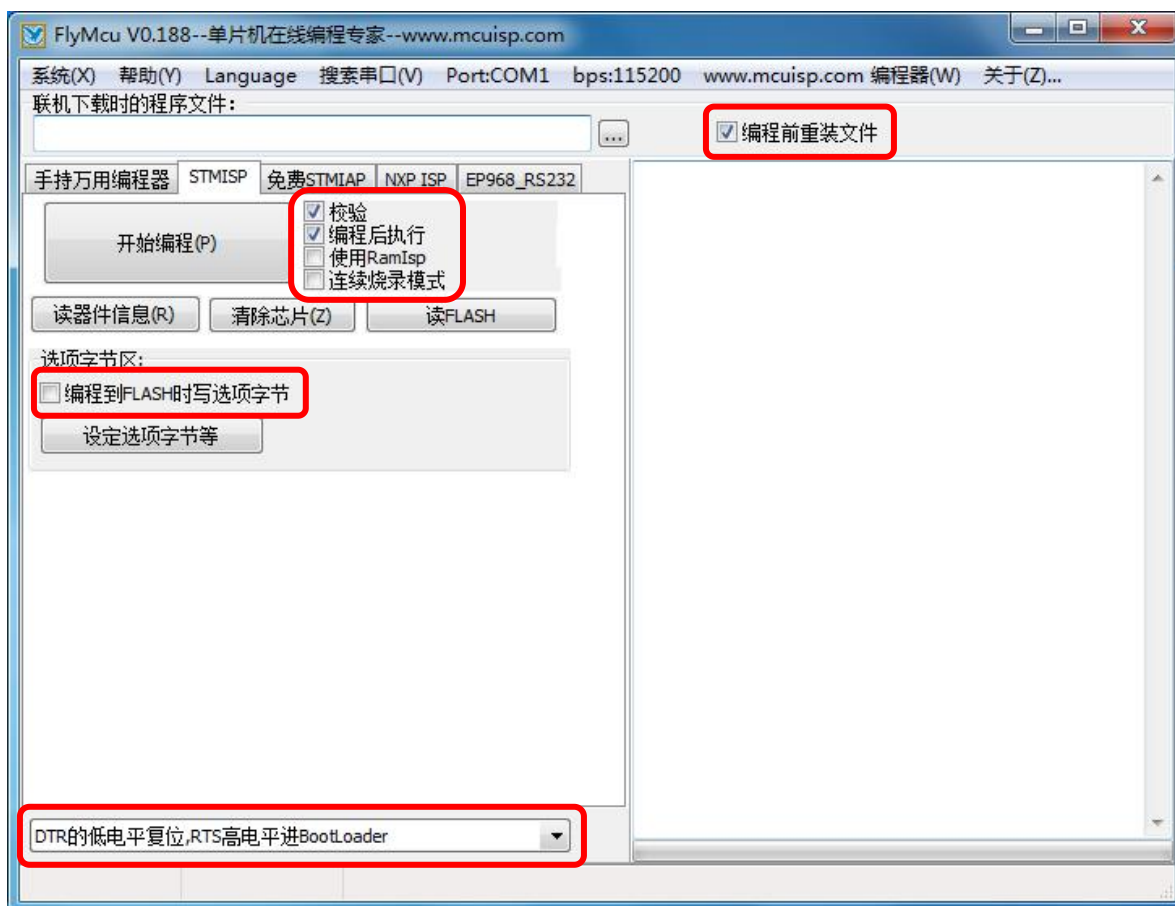

图 18 FlyMcu 配置
4) 打开 FlyMcu 烧录软件，如图 18 所示对其进行配置。